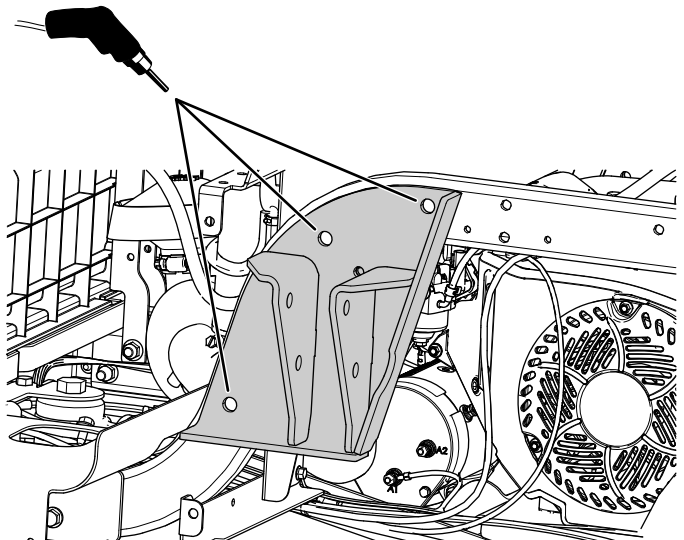

Figura 14
4. Utilizzando una staffa del ROPS come guida, praticate 3 fori di 13,5 mm nel telaio (Figura 14).